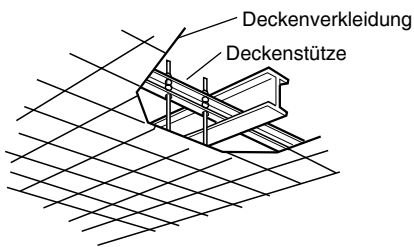

Abb. 3-59
- Die bereits vorhandenen Deckenstützen verwenden bzw. eine geeignete Stütze anfertigen (Abb. 3-59).